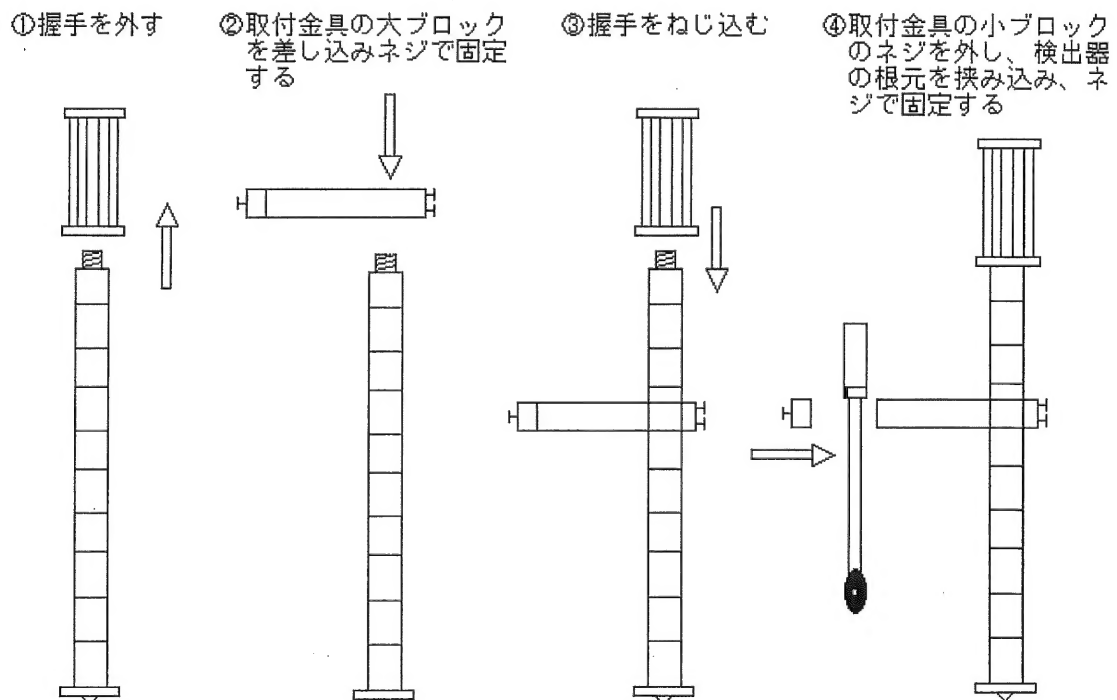

図 4
- ①ヘッドアンプホルダー
- ②センサーロッド
- ③センサーヘッド
- ④電極
- ⑤アース電極
9. 3 検出器 LPT-500-25F (付図4参照)
- ①センサーヘッド
- ②電極
- ③接続ケーブル
- ④懸垂金具
- ⑤尾翼